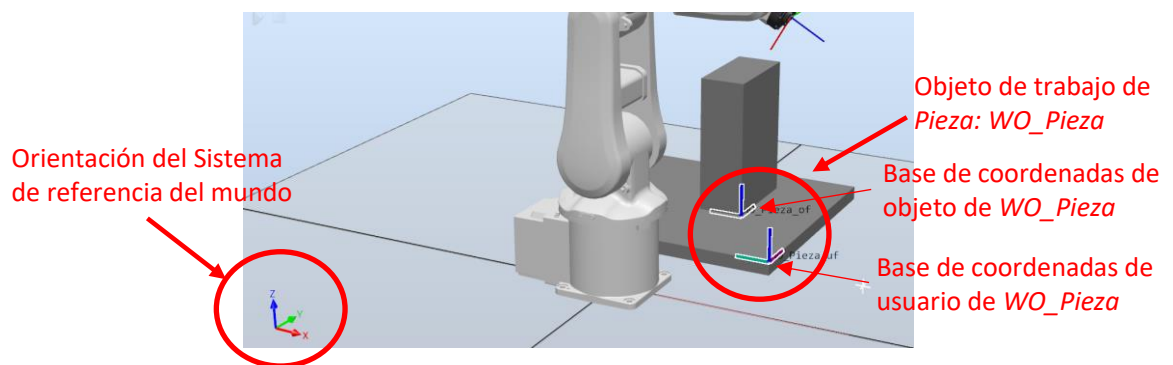

Figura 3. Definición de los sistemas de un *WorkObject*.
- 6. Finalmente, es conveniente definir un WorkObject (a partir de ahora WO) para cada uno de los objetos con los que se vayan a trabajar en la tarea. La creación de un WO se realiza en *Posición inicial* → *Otros* → *Crear Objeto de trabajo*. En este punto se crearán dos piezas tal y como se muestra en la Figura 3, y se definirá un Objeto de trabajo para la pieza superior, creando sus sistemas de referencia:
- ❑ Medir la altura de la mesa (que se denominará en este enunciado *h*). Se empleará la herramienta de medida *Punto a Punto* junto a las herramientas de ajuste que se encuentran en la barra de botones superior de la Vista de trabajo (Figura 3).